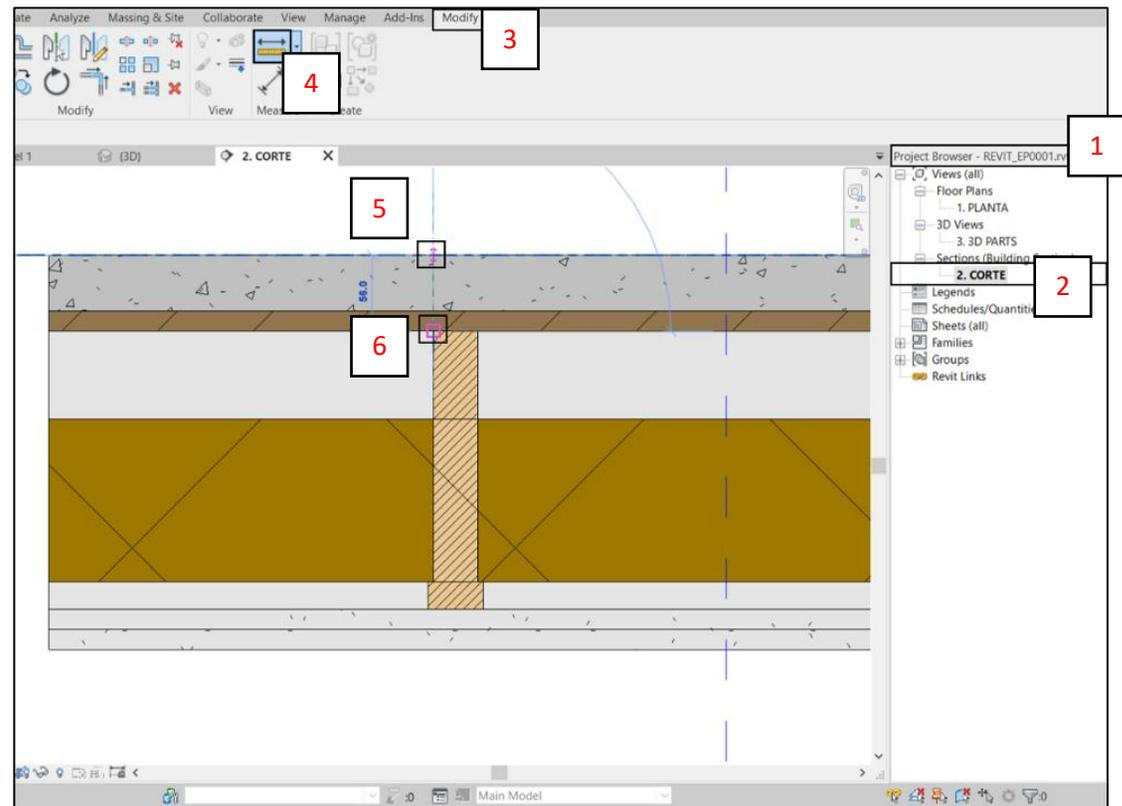

Fig. 14
- A. En el Archivo Descargable, ir a la vista en corte: **Project Browser** (1) > **Sections** > **2. CORTE** (2). (Fig. 14)
- B. En la *Cinta de Opciones*, Ir a la *Ficha Modify* (3) > **Measure** > **Measure Between Two References** (4) para seleccionar la herramienta **Measure**.(Fig. 14)
- C. Medir la distancia entre la línea del plano de referencia de la losa (5) y la línea de inicio del núcleo (6), en este caso el valor es **56mm**. (Fig. 14)